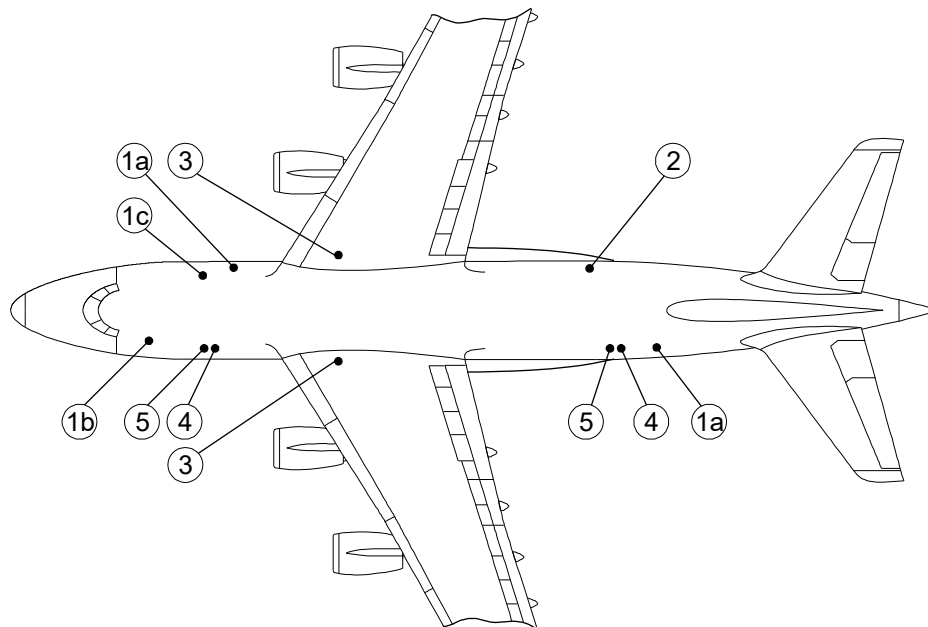

Рисунок 9. Размещение точек подключения систем наземного обслуживания (вид сверху) Ан-124-100(-150)
- Рисунок 9. Размещение точек подключения систем наземного обслуживания (вид сверху) Ан-124-100(-150);